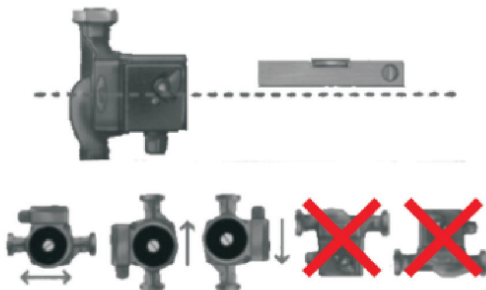

рис. 3
- устанавливать насос следует так, чтобы ротор располагался строго по горизонтали (рис.3). Любое другое положение значительно снизит его производительность (до 30%) и приведёт к сокращению срока службы;